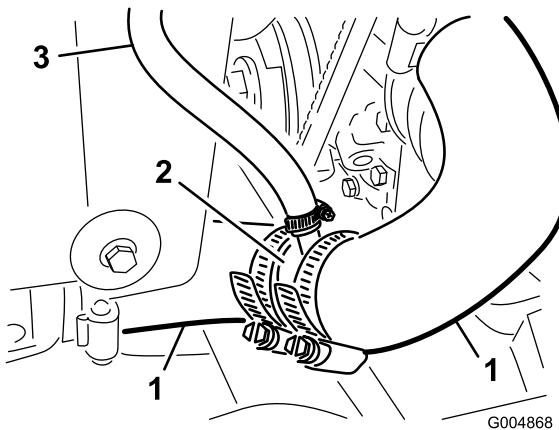
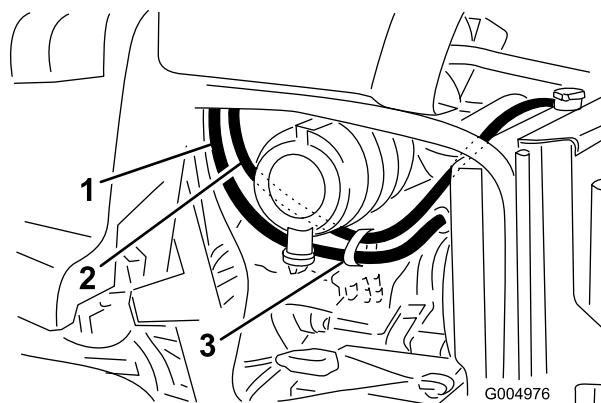
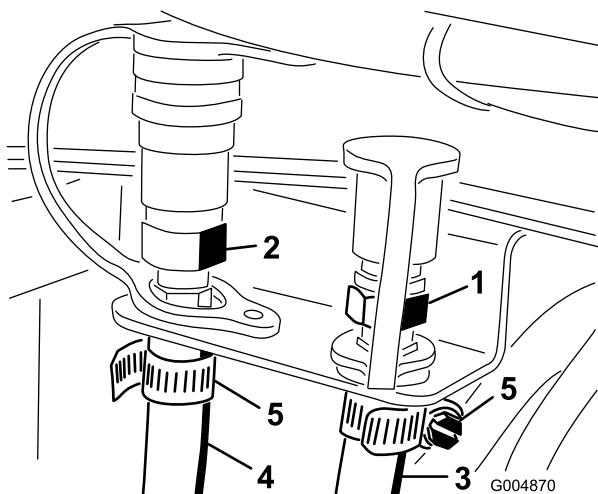

Figura 18
Figura 20
Figura 19
14. Instale el acoplamiento en T en las mangueras y sujetelo con abrazaderas, según se muestra en Figura 18.
15. Conecte el trozo de 140 cm (55 pulgadas) de la manguera que recortó anteriormente al acoplamiento en T nuevo de la manguera del radiador (Figura 18). Sujete la manguera al acoplamiento en T con una abrazadera. Enrute la manguera por detrás del depósito de expansión del radiador, hacia arriba por el lado derecho del radiador, por encima del radiador hasta el lado izquierdo y por debajo del limpiador de aire, según se muestra en Figura 19. Coloque una abrazadera en la manguera y conecte la manguera al acoplamiento con racor (Figura 20). Ésta es la manguera de retorno.